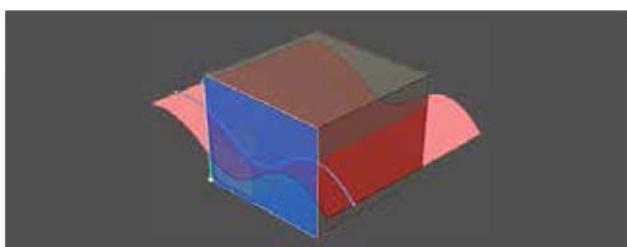

图 2-75
(10) **分割面:** 使用选定的面、轮廓或平面作为切割工具来分割面。选择要修改的面，然后选择分割源面的轮廓、面或平面，如图 2-75 所示。